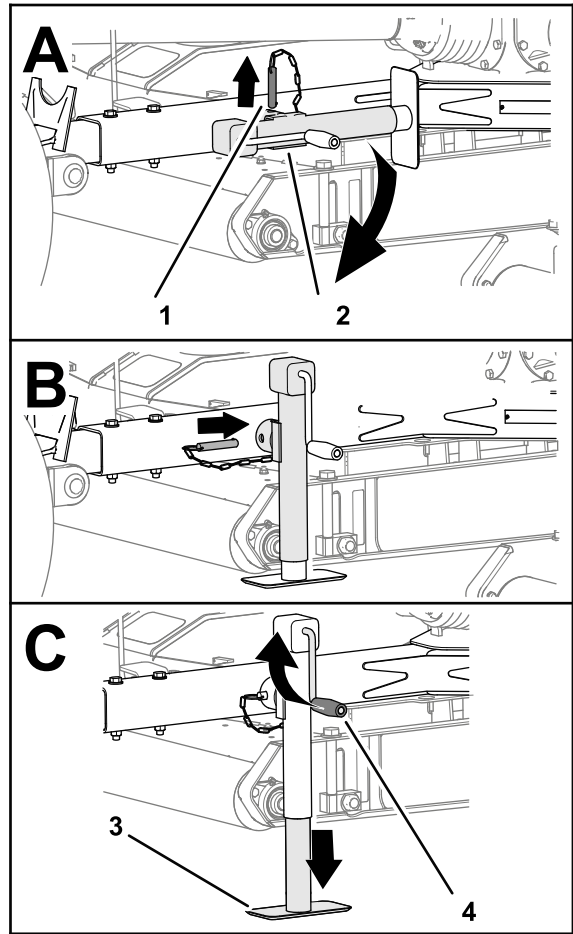

図 17
3. ピンを抜いて牽引バージャッキを立てる 図 17。
4. 牽引バーの穴を、ジャッキの穴に合わせる 図 17。
5. 牽引バーの穴とジャッキの穴にピンを通す 図 17。
2. ジャッキハンドルで、ジャッキパッドを完全に上まで上げる 図 17 モアをジャッキで支えるには \(ページ 14\) を参照。